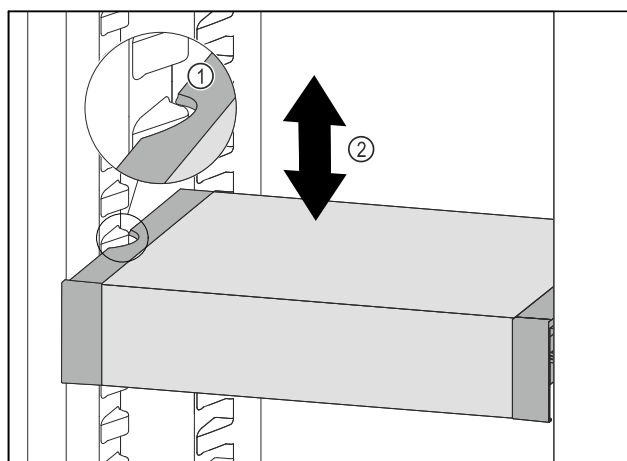

Fig. 194
- Tirare VarioSafe in avanti fino a quando le cavità laterali di VarioSafe non si trovano al livello della nervatura del contenitore nel vano frigorifero. Fig. 194 (1)
- Spostare VarioSafe verso l'alto o verso il basso nel vano frigorifero fino a raggiungere l'altezza desiderata. Fig. 194 (2)